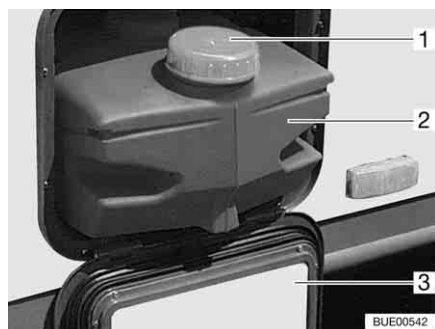

Fig. 188 Réservoir d'eau 22 l
Fermer le réservoir d'eau pendant le transport, à l'aide du couvercle de fermeture (Fig. 188,1).
- Ouvrir le portillon de service (Fig. 188,3) (voir chapitre 6).
- Soutirer le réservoir d'eau (Fig. 188,2).
- Soutirer le réservoir d'eau (Fig. 188,2) et le vidanger.